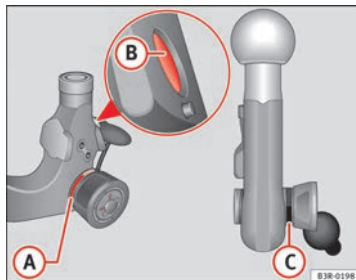

Fig. 154 Dispositivo desmontable para remolque: Rótula
- Compruebe si la marca roja (A) ⇒ fig. 154 de la rueda moleteada se encuentra en la zona negra de la rótula.
- Compruebe si las bolas del perno de bloqueo (B) que se encuentran en los orificios del vástago de encaje están hundidas.
- Compruebe que la rueda moleteada sobresalga claramente de la rótula, de forma que entre ambas quede una ranura (C).